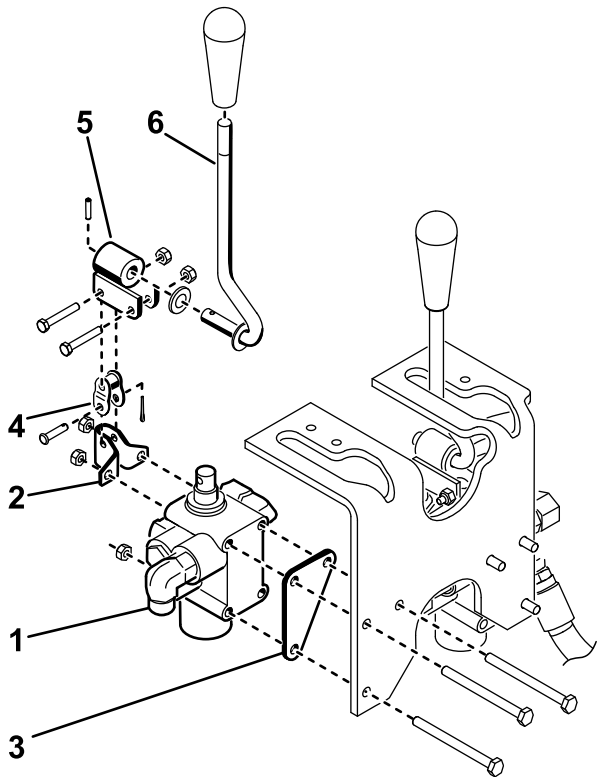

Figura 8
de bloqueio (Figura 8). Durante a montagem, posicione a placa de válvula contra a parte frontal do elemento da estrutura e aperte os fixadores com 10 a 12 N·m.
- Monte, sem apertar totalmente, a articulação do conjunto da alavanca na válvula de gaveta cilíndrica e no elo de corrente com 2 parafusos (n.º 10 x 1¼ pol.) e 2 porcas de bloqueio (Figura 8).